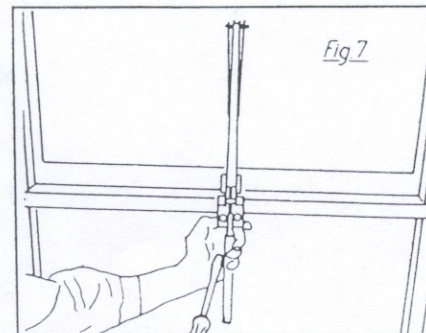

Fig. 7
7. Spänn fast karmbeslaget mitt på fönsterkarmen. Se fig. 7.